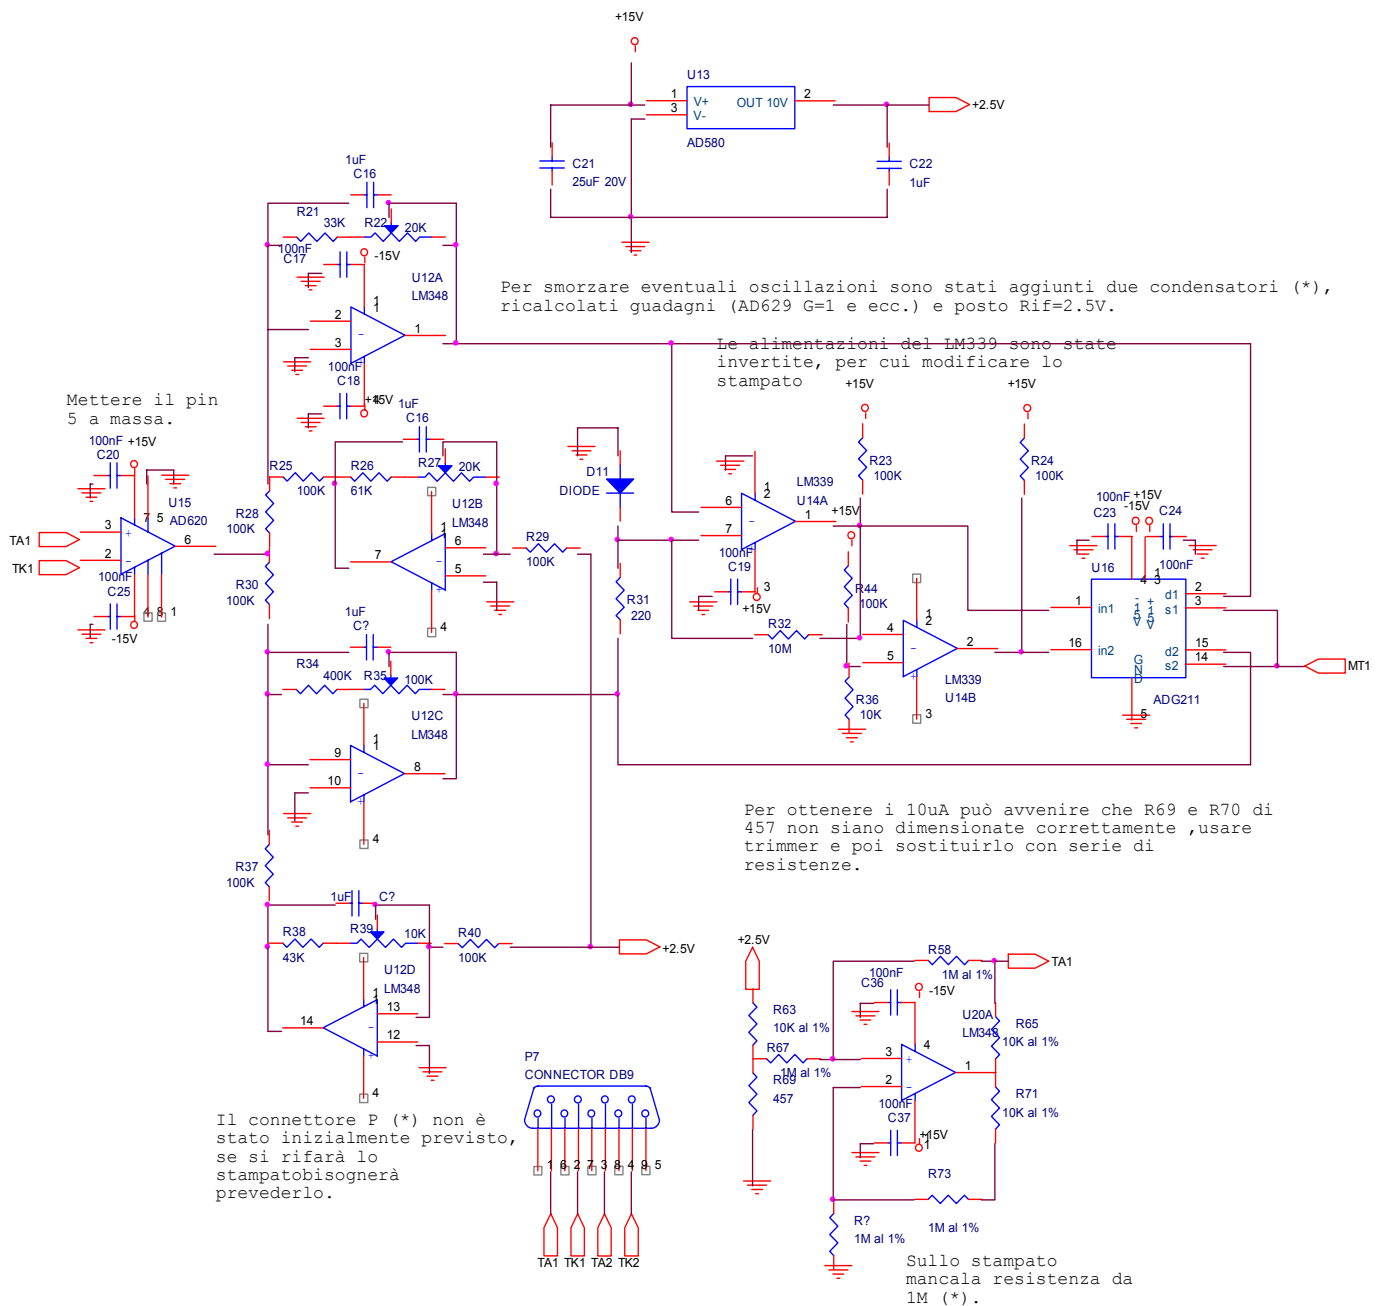

Fig.9
I due circuiti sono totalmente identici, in Fig.9 viene riportato lo shema elettrico attinente a T1. Questo schema è stato preso da un progetto "Sensor card" della N.R.A.O. e opportunamente semplificato nella circuitistica per la gestione del punto decimale.
- Sono stati aggiunti due condensatori da 1 $\mu$ F numerati in Fig.9 con (\*); necessari a smorzare eventuali oscillazioni
- Rispetto al progetto iniziale, PCB "Sensor card", sono state fatte opportune modifiche; il guadagno dell'amplificatore strumentale AD620 è ora G=1, la tensione di riferimento è 2.5V e i valori delle resistenze e dei trimmer sono stati, per la maggior parte, cambiati. In Fig.9 sono riportati solo i valori corretti.